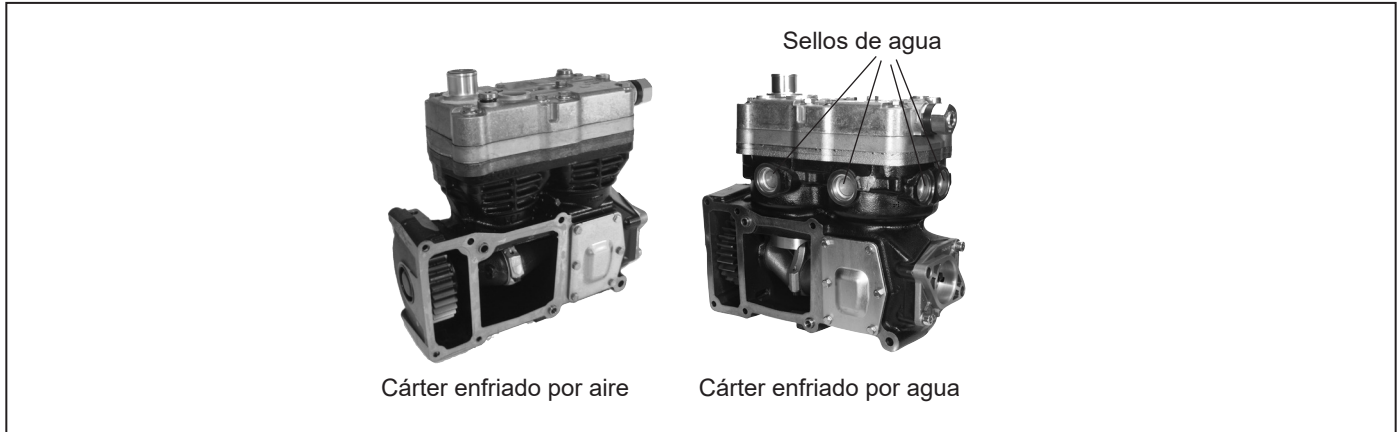

Figura 1 – Los cárteres 720cc Bendix® pueden ser enfriados por agua o por aire
Nota: El kit de sellos del compresor fue desarrollado para ayudar al mantenimiento de más de un modelo de compresor. Esta hoja de instrucciones de instalación es compatible con los modelos de compresores de 720 cc (DLU) Bendix® que se muestran en la Figura 1. La diferencia principal entre los dos estilos de compresores es si el cárter es enfriado por agua o por aire. El cárter enfriado por agua requiere los anillos tóricos del cárter (H); la versión enfriada por aire no. La Figura 1 representa la diferencia visual en los dos modelos de compresores.
Coloque un paño limpio sobre las aberturas del cárter que exponen el engranaje y el conjunto cigüeñal/biela (consulte la Figura 1 y 2). No se permite la contaminación en estas zonas.